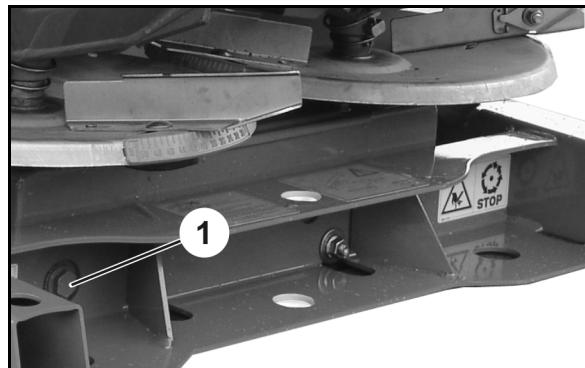

Рис. 92
3. Выверните резьбовую пробку сливного отверстия (Рис. 92/1).